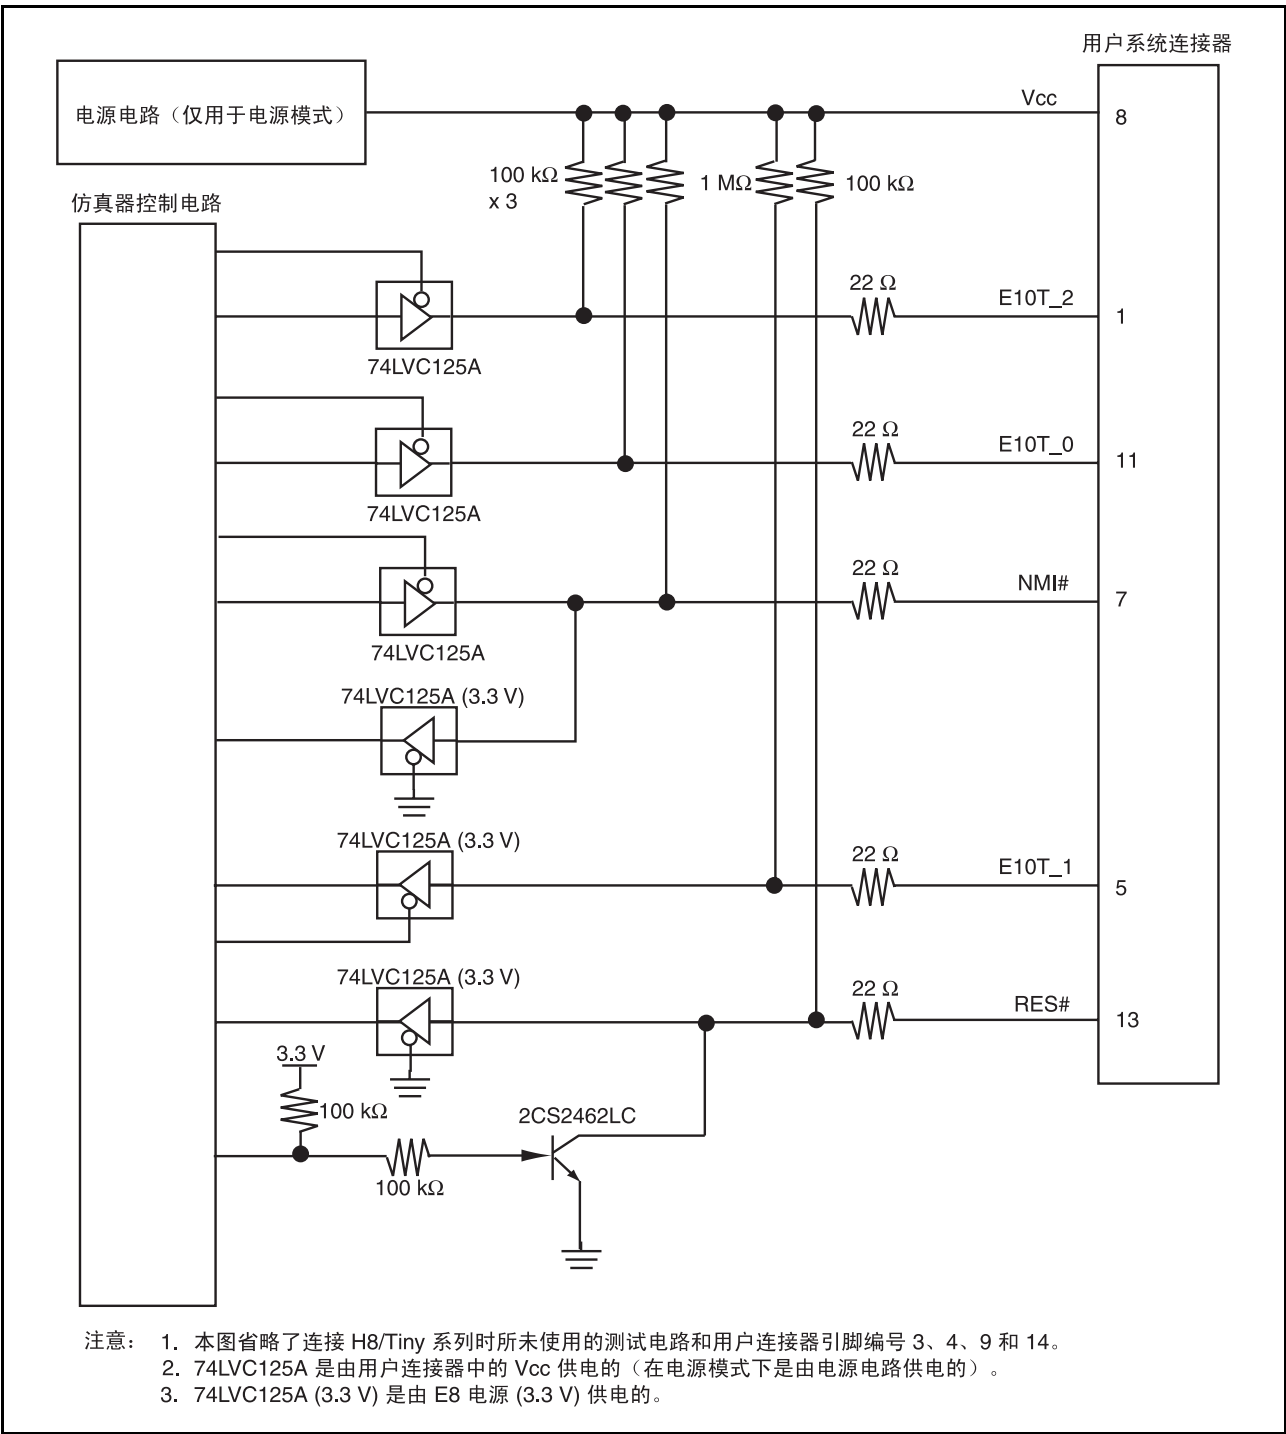
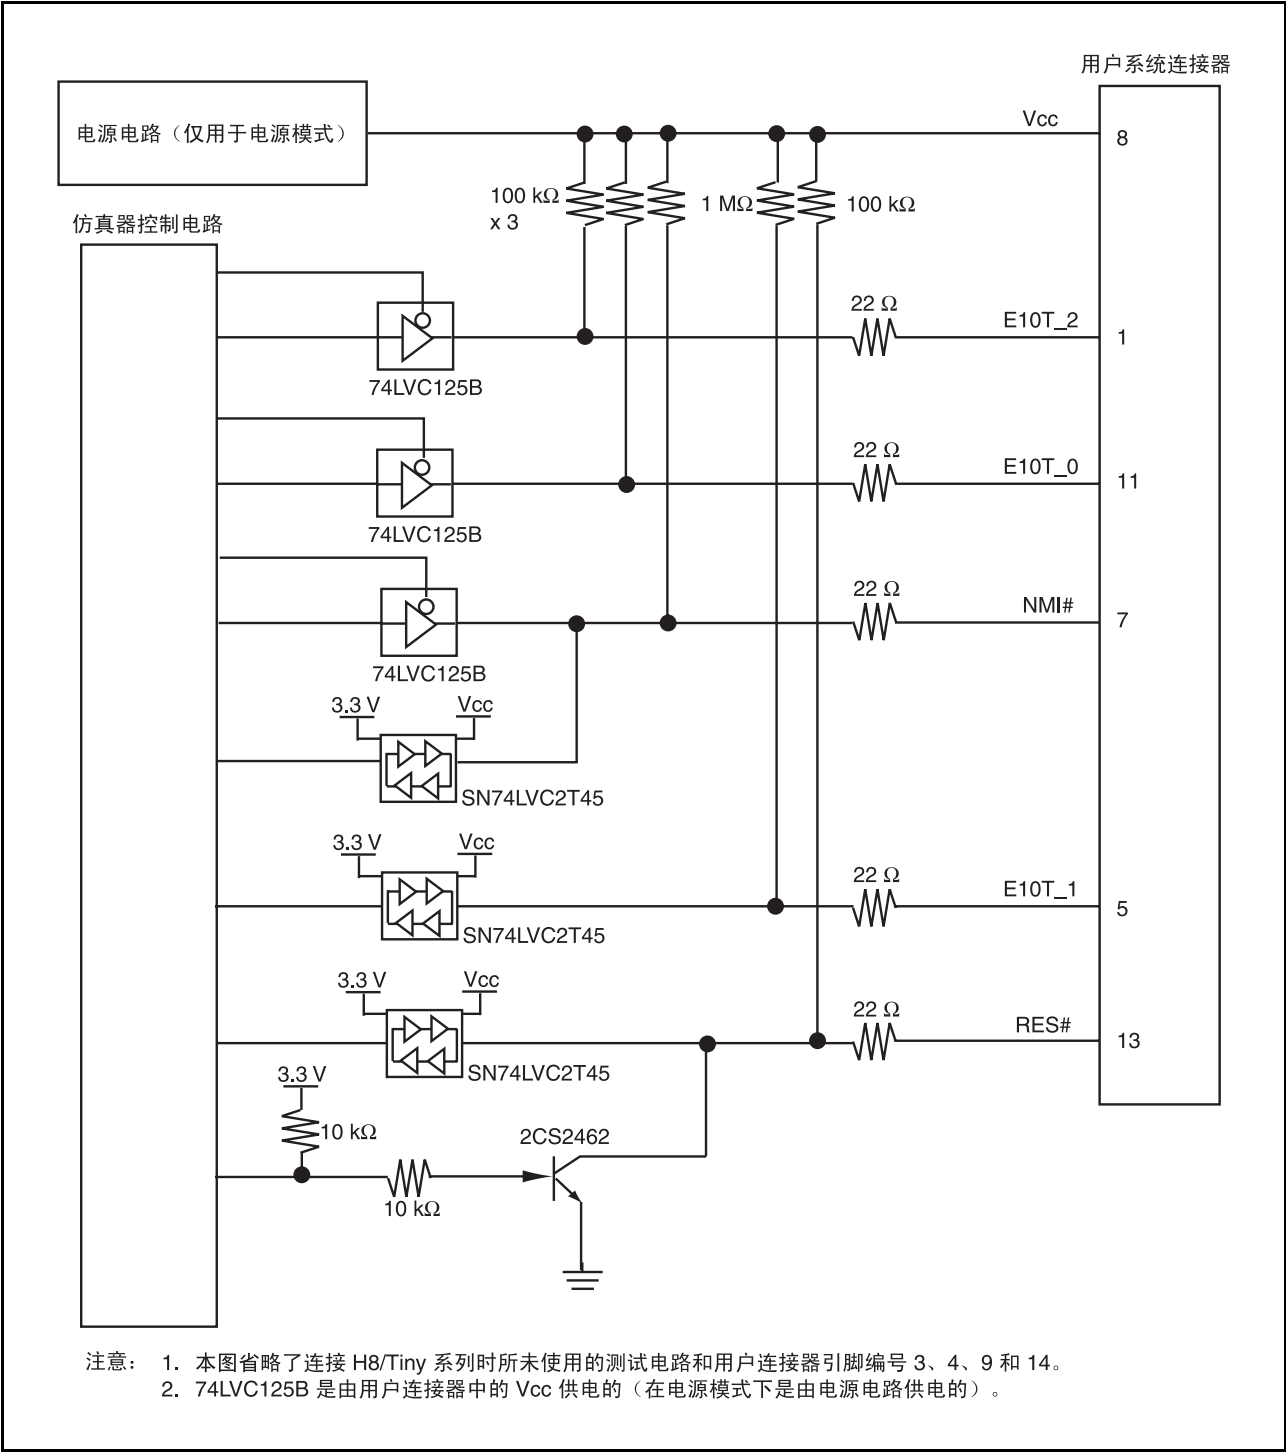

图 4.5 E8 仿真器中的接口电路（参考）
图 4.6 E8a 仿真器中的接口电路（参考）
6. 图 4.5 和 图 4.6 分别显示了 E8 和 E8a 仿真器中的接口电路。请参考这些图来确定上拉电阻值。